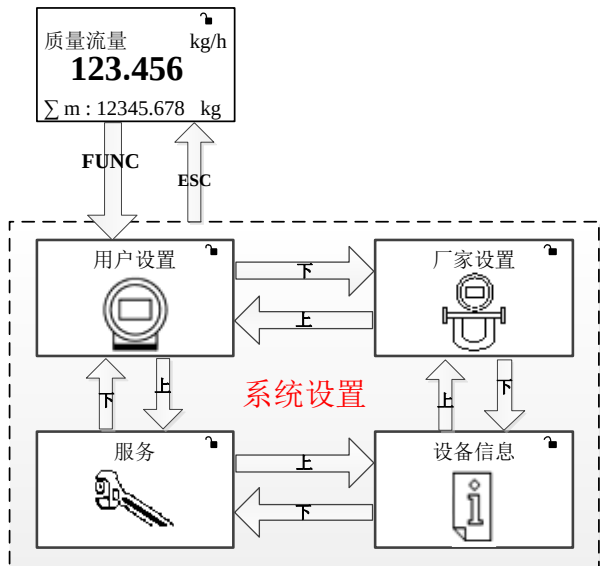

图 5-7 系统四个二级界面
- 5.2.4.1 变送器共有四个二级界面，分别是：用户设置，厂家设置，设备信息，服务。如图 5-7